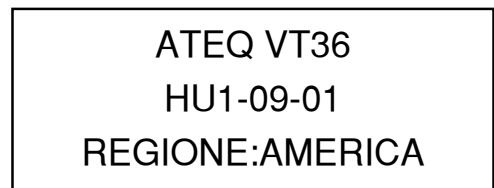

Fig. 2
- La versione del software, come in Fig. 2.